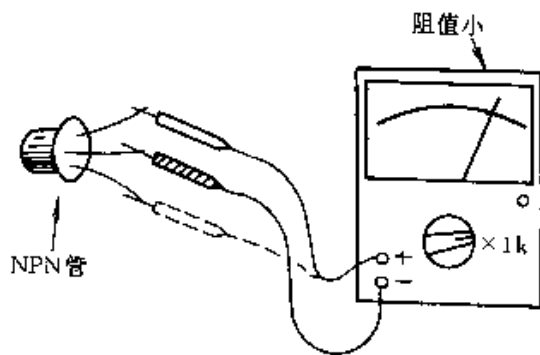

图 2-223
① 检测 NPN 管如图 2-223 所示:先用黑表笔接某一管脚,红表笔分别接另外两管脚,测得两个电阻值。再将黑表笔换接另一管脚,重复以上步骤,直至测得两个电阻值都很小,这时黑表笔所接的是基极 b。改用红表笔接基极 b,黑表笔分别接另外两管脚,测得两个电阻值应都很大,说明被测三极管基本上好的。